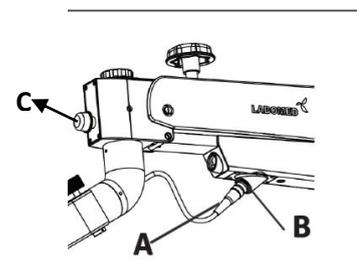

Fig. 41a
3. Connectez le connecteur à 4 broches A à B pour alimenter le système LED de Microscope. Voir la figure 41a.